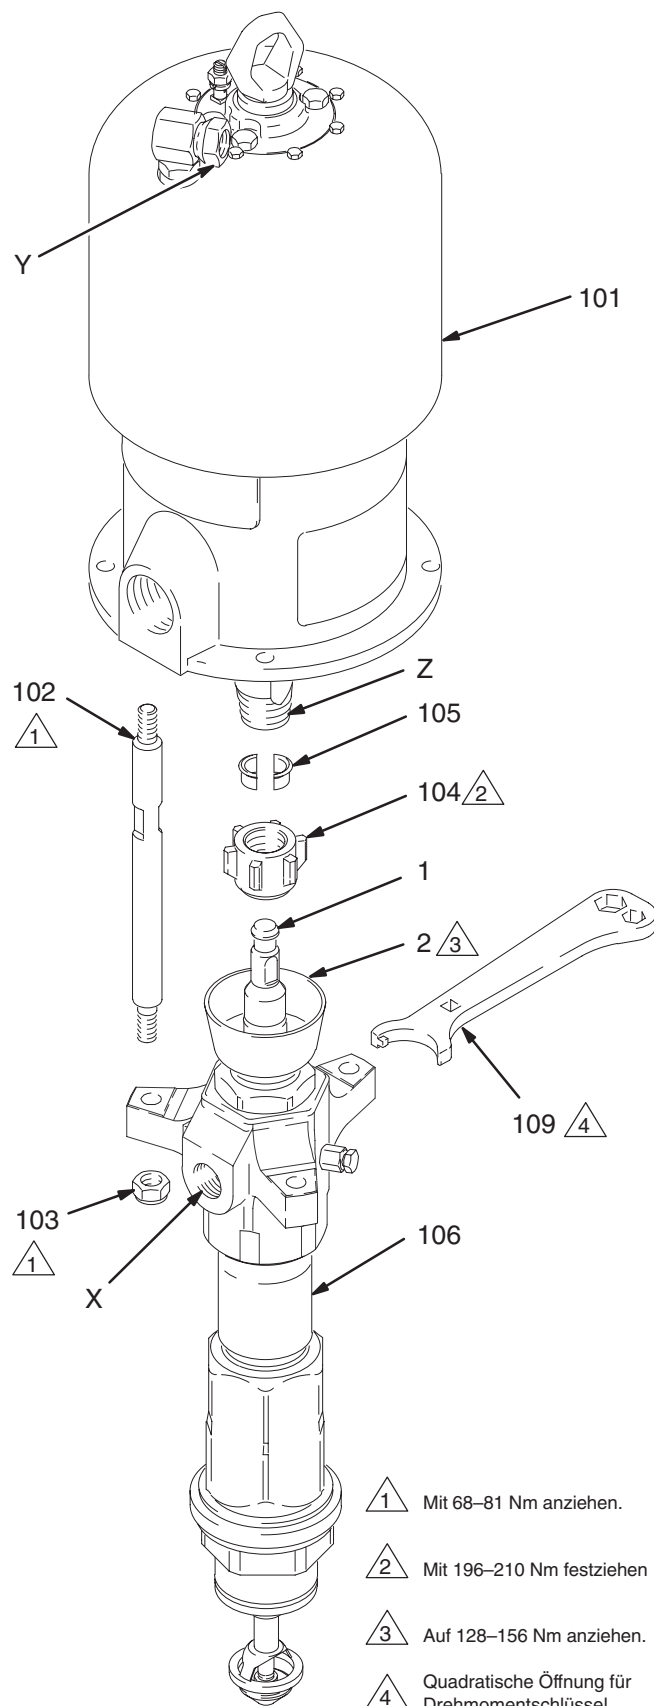

Abb. 6
4. Unterpumpe (106) vom Motor (101) folgendermaßen abnehmen. Siehe Abb. 6. Relative Position der Pumpenmaterialauslassöffnung (X) zum Motorlufteinlass (Y) genau merken. Wenn der Motor nicht gewartet werden muss, Motor nicht abmontieren.
5. Mit einem verstellbaren Schlüssel (oder einem Hammer und einer Stange), die Kupplungsmutter (104) von der Motorwelle (Z) abschrauben. Klemmbacken (105) nicht lockern oder verlieren. Siehe Abb. 6.
6. Die Schlüsselflächen der Verbindungsstangen mit einem Schlüssel festhalten, damit sich die Stangen nicht drehen können. Die Muttern (103) von den Stangen (102) abschrauben. Unterpumpe (106) vorsichtig vom Motor (101) abnehmen.
1. Sicherstellen, dass die Überwurfmutter (104) und die Klemmbaken (105) korrekt an der Kolbenstange (1) positioniert sind. Siehe Abb. 6.
2. Unterpumpe von mindestens zwei Personen halten lassen, während eine dritte Person die Unterpumpe mit dem Motor verbindet (siehe **VORSICHT** auf Seite 18). Den Pumpenmaterialauslass (X) wie im Schritt 4 unter **Ausbau der Unterpumpe** gemerkt am Luft- oder Hydraulikeinlass (Y) ausrichten. Unterpumpe (106) auf die Klemmbaken (102) geben.
3. Die Muttern (103) auf die Verbindungsstangen (102) schrauben und mit 68–81 Nm anziehen.
4. Die Kupplungsmutter locker auf die Motorwelle schrauben. Schlüssel­flächen der Motorwelle (Z) mit einem Schlüssel halten, damit sie sich nicht drehen kann. Mit einem verstellbaren Schlüssel die Kupplungsmutter auf ein Drehmoment von 196–210 Nm anziehen.
5. Die Packungsmutter (2) auf 128–156 Nm anziehen.
6. Alle Schläuche wieder anschließen. Das Erdungskabel wieder befestigen, falls es abgenommen wurde. Die TSL-Tasse (2) zu 1/3 mit Graco TSL-Flüssigkeit oder einem verträglichen Lösungsmittel füllen.